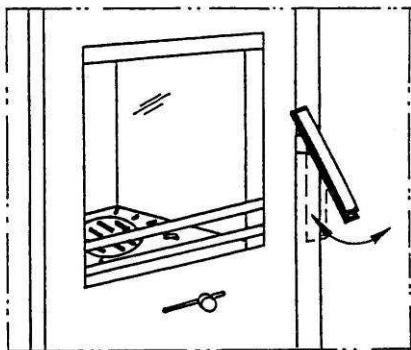

Fig. 2
- ouvrir la porte en basculant la poignée vers le haut. (voir fig. 2.)